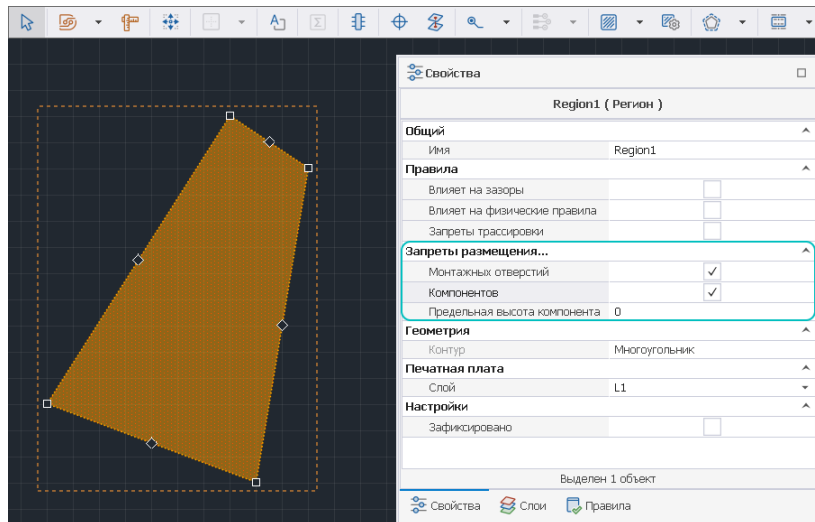

Рис. 140 Выбор типов объектов запрещенных для размещения в регионе
2. Отметить в панели «Свойства» → «Запреты размещения...» флагом чек-боксы типов объектов, для которых в регионе будет установлен запрет на размещение, см. Рис. 140.